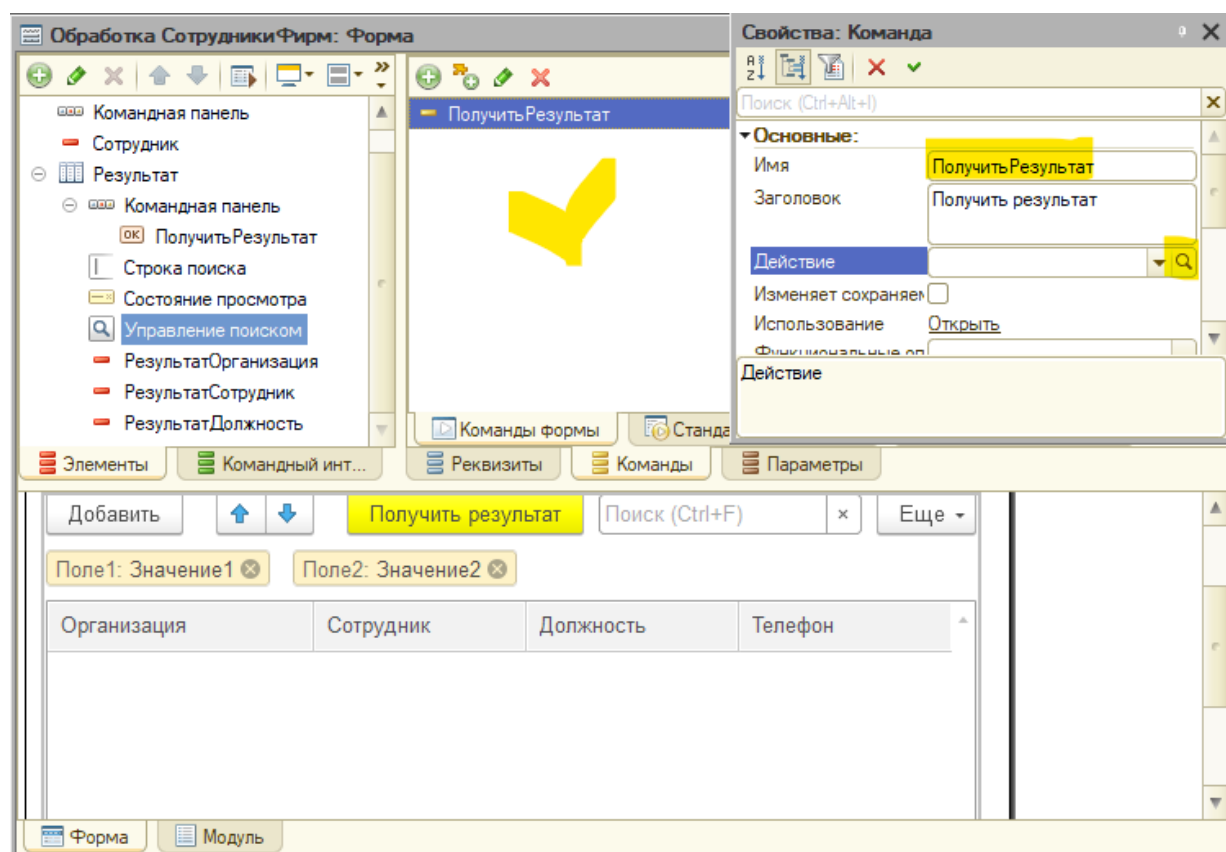

Рис. 5.38. Команды формы обработки
7. Переходим на закладку «Команды» и создаем команду для получения результата обработки (рис. 5.38).